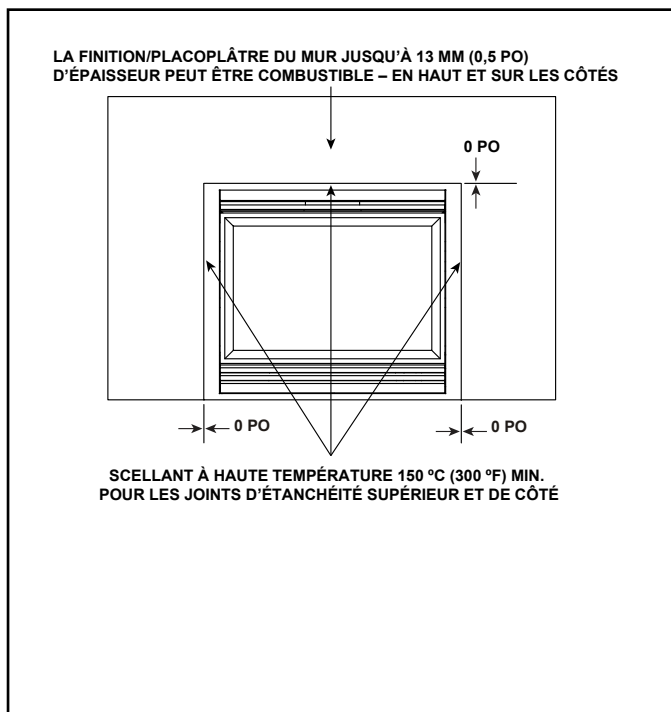

Figure 10.1 Revêtements non combustibles
- Pour les joints d'étanchéité entre le mur fini et les faces supérieure et latérales du poêle, utilisez un produit d'étanchéité prévu pour une température de 150 °C (300 °F). Reportez-vous à la figure 10.1.